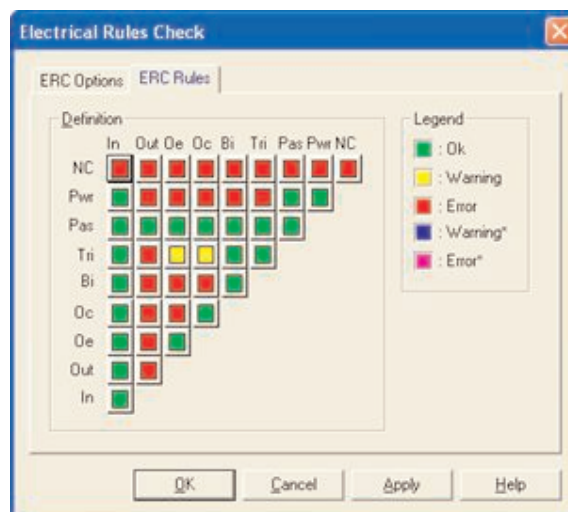

Рисунок 24 – Правила проверки
3. Установите параметры проверки на закладке Правила проверки (ERC Options) (Рисунок 24).